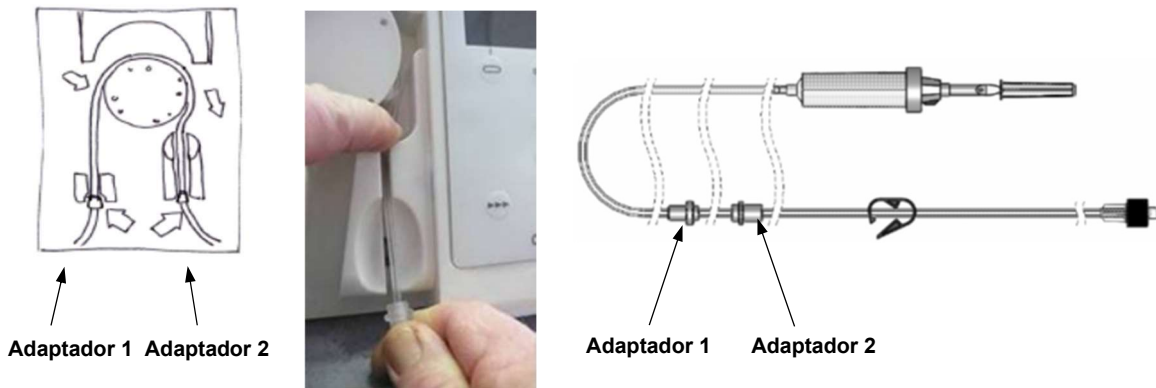

Figura 14:
2. Tome el adaptador 2 y tienda el tubo sobre el rotor de la **Qiona®**. Presione el tubo detrás del rotor hacia el fondo con el índice de la mano izquierda (véase *Figura 14:*). Al mismo tiempo, tire con la mano derecha (en la cual tiene el adaptador 2) del tubo pasándolo a través de la ranura derecha para insertar el adaptador 2 en su conexión.